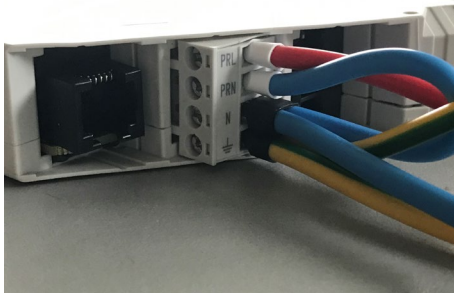

Abbildung 3: Stecker Betriebsspannung
1. Stecken Sie die vorkonfektionierte Stecker in die entsprechenden Buchsen am econ sens3 Grundgerät (Abb. 3 & 4 & 5 & 6)